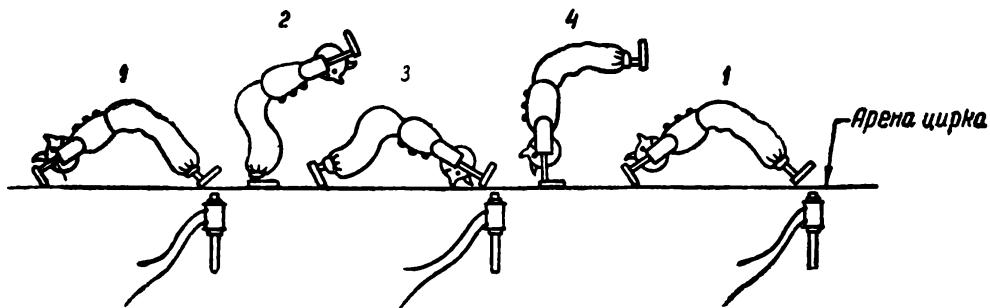

Рис. 153. Работа акробата.
Поместите акробата на арену цирка и поднесите электромагнит к кистям ног (рис. 153); включите ток — и акробат приподнимется, а его верхняя часть туловища по инерции перекинется через шарнир и займет наклонное положение (2). Выключите ток — фигура под действием тяжести упадет на руки (3).